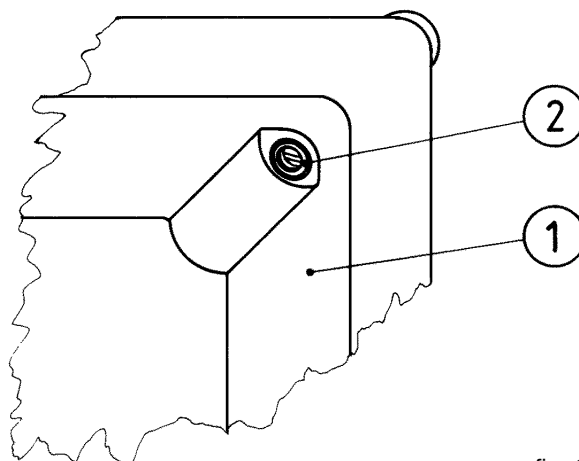

fig. 1
- Retirer le couvercle transparent rep: 1 du coffret après avoir dévissé les 4 vis rep: 2 (fig. 1).